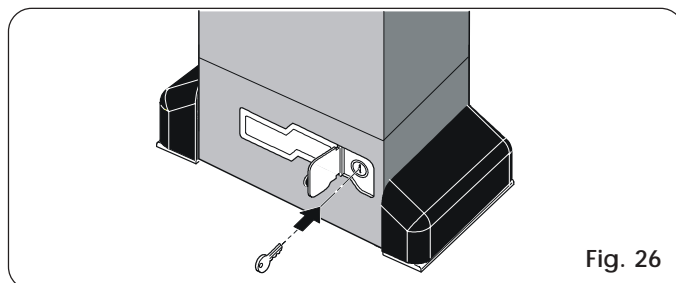

Fig. 26
- 1) Aprire lo sportellino di protezione ed inserire l'apposita chiave in dotazione nella serratura (Fig. 26).